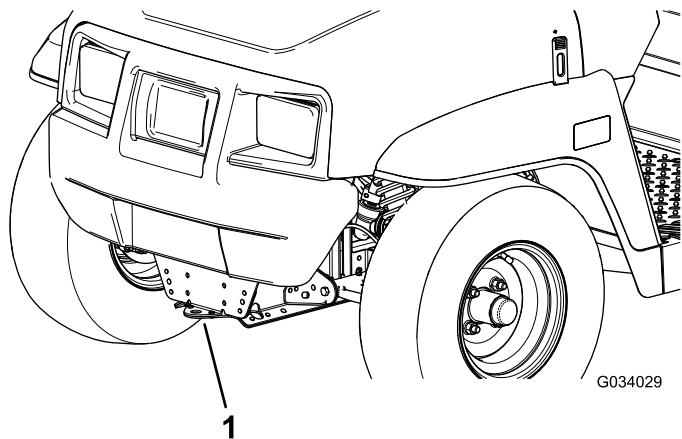
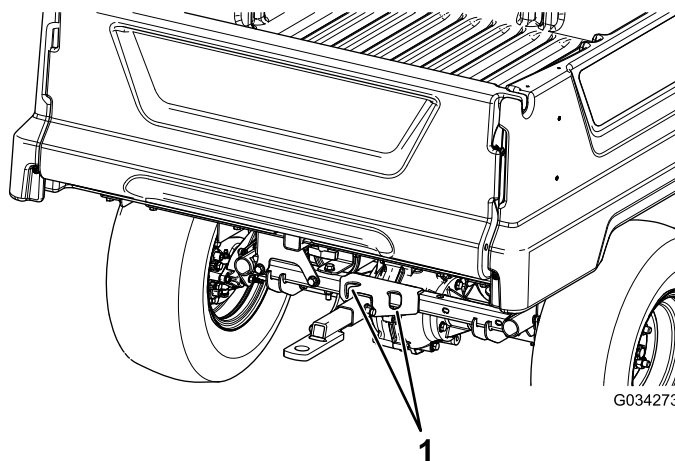

Figure 20
Figure 21
Utilisez des rampes d'une seule pièce pour charger la machine sur une remorque afin de la déplacer sur une longue distance. Arrimez solidement la machine sur la remorque. L'emplacement des points d'attache sur la machine est indiqué à la Figure 20 et la Figure 21.
2. Accrochez un câble de remorquage à la flèche d'attelage à l'avant du cadre de la machine (Figure 20).